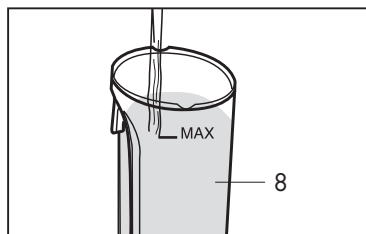

Fig. 2
- Llene el depósito hasta alcanzar el nivel máximo indicado (MAX). (**Fig.2**)